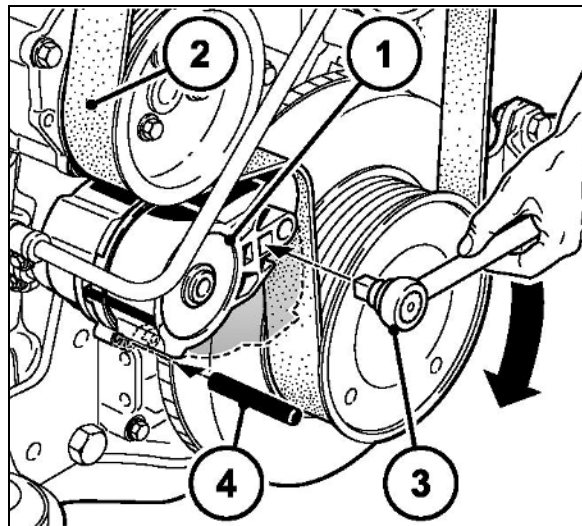

Рис. 150
1. Надавите на натяжной ролик (Рис. 150/1) при помощи торцового ключа (Рис. 150/3) в направлении стрелки так, чтобы установочный штифт $\varnothing 6$ мм (Рис. 150/4) зафиксировался в монтажном отверстии.
Поликлиновой ремень (Рис. 150/2) теперь не натянут.
2. Сначала снимите поликлиновой ремень (Рис. 150/2) с самого маленького ролика и с натяжного ролика.
4. Наденьте новый поликлиновой ремень (Рис. 150/2).
6. Натяните поликлиновой ремень при помощи натяжного ролика и торцового ключа (Рис. 150/3). Проверьте, правильно ли располагается поликлиновой ремень в своей направляющей.